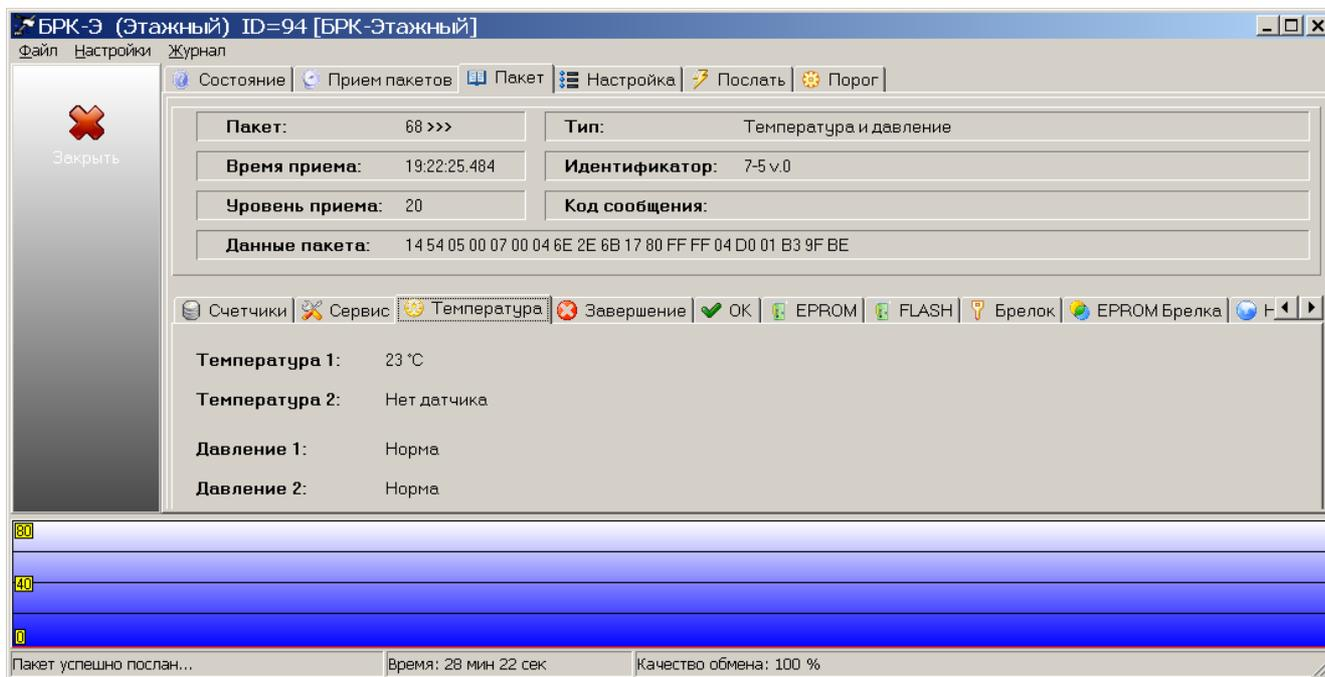

Рисунок 25
5) Выбрать радиопакет (температура) с кодом id, соответствующим проверяемому БРК-К. Откроется вкладка «Пакет». На вкладке «Температура» проверить отображение результатов измерения температуры и состояния датчиков давления, полученных от БРК-К (рисунок 25):